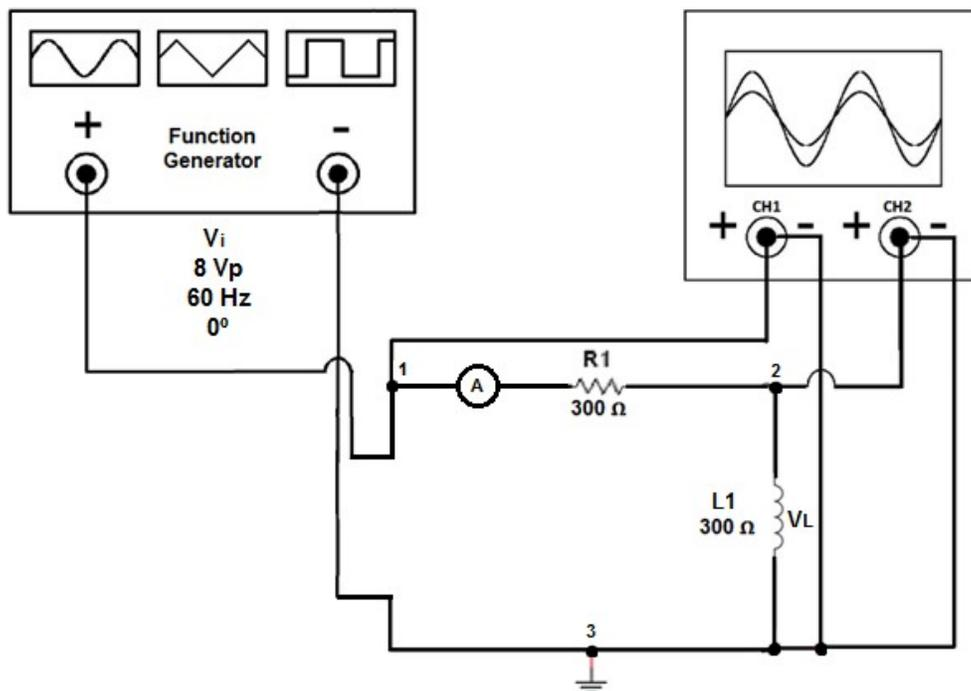

Figura 7.1.
- 7.1.1. Arme el circuito mostrado en la figura 7.1.
- 7.1.3. Auxílese del canal 1, como se indica en la figura 7.1 y suministre con el generador de funciones una onda senoidal con un voltaje pico de 8 V y frecuencia de 60 Hz.
- 7.1.5. Coloque el canal 2 del osciloscopio en el nodo 2 como se muestra en la figura 7.1. Solicite al profesor que revise las conexiones